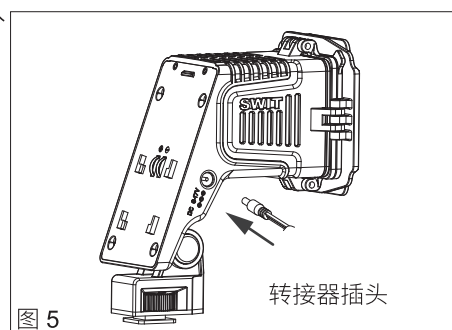

图 5
- ② 如使用第三方直流电源线，请注意圆型DC口的规格为5.5/2.1mm，输入电压为6-17V，极性内正外负（图5）。